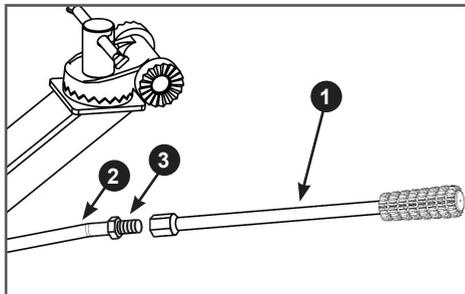

Рис. 10. Установка рычага переключения передач
8. Установите рычаг переключения передач. Прикрутите рычаг 1 переключения передач к основанию 2 рычага до упора, после чего зафиксируйте рычаг на основании с помощью контргайки 3 (Рис. 10).